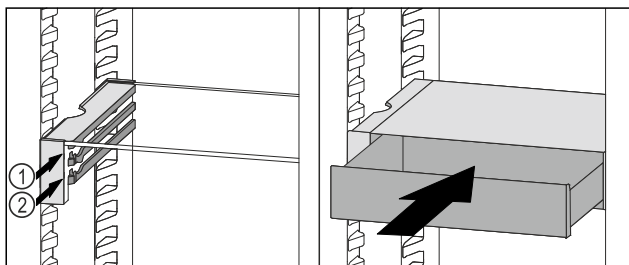

Fig. 140
- ▶ Nasadte zásuvku VarioSafe za zarážku na požadovaném žebře Fig. 140 (1) nebo Fig. 140 (2).